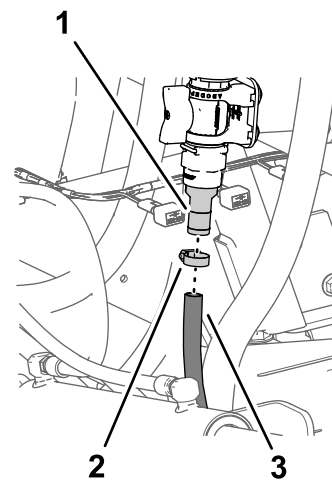

Bild 47
1. Befestigen Sie den Schlauch des Sprühstabs am geraden Anschlussstück des Regelventils und befestigen Sie den Schlauch mit einer Schlauchklemme am Anschlussstück (Bild 47).